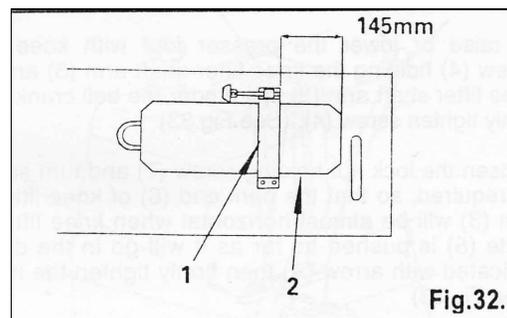

Fig.32.
Monter le support genouillère (1) sous le dessous de la table (2) à 145 mm de la découpe comme montré sur la figure 32.